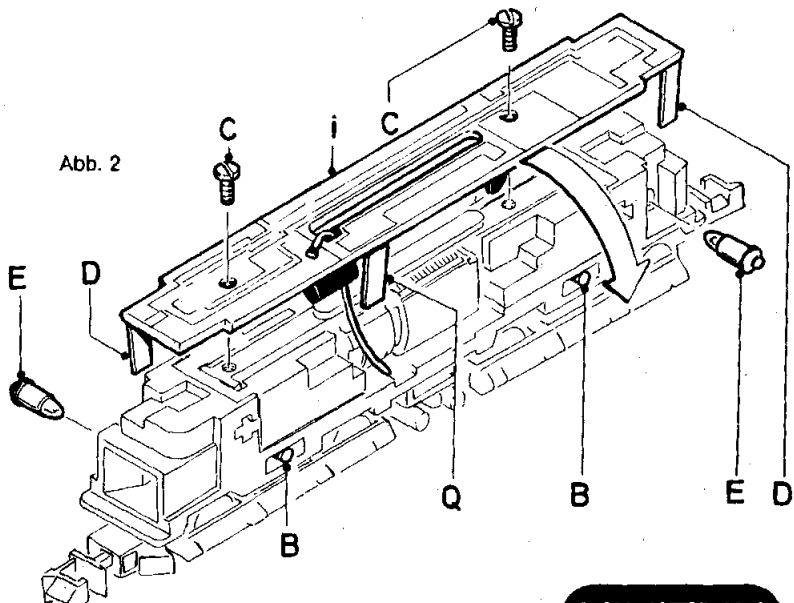

Abb. 2
### Lämpchenwechsel (Abb. 2)
**Austausch der Drehgestelle (Abb. 2 und 3)**
### Verwisselen van lampje (afb. 2)
Schroeven **C** (afb. 2) losdraaien en schakelplaat opwaarts afnemen. Motorklemmen **G** met schroevendraaier opwippen en door het chassis naar buiten drukken. Nu de veertjes in openingen **H** naar beneden/buitenwaarts drukken en gelijktijdig motor aan achterzijde met vinger voorzichtig naar buiten drukken. Eerst de ene en dan de andere kant.